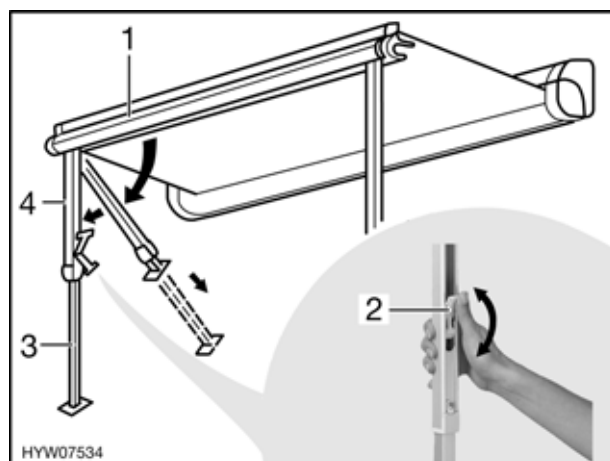

Fig. 36 Installazione dei montanti di supporto
- Estrarre i montanti di supporto (Fig. 36,4) dal listello anteriore (Fig. 36,1) ribaltandoli e montarli.
- Aprire il bloccaggio sui montanti di supporto. A tal fine ripiegare la leva di serraggio (Fig. 36,2) verso l'alto.
- Estrarre la parte inferiore dei montanti di supporto (Fig. 36,3) fino alla lunghezza desiderata.